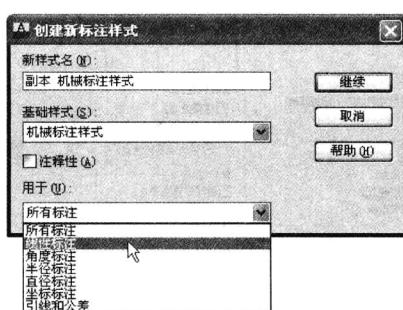

图 1-23 选择适用的标注
1. 在“标注样式管理器”对话框的“样式”选项栏中选中“机械标注样式”，单击“新建”按钮，弹出“创建新尺寸样式”对话框，在“用于”下拉列表中选中“线性标注”选项，如图 1-23 所示。
项，如图 1-23 所示。